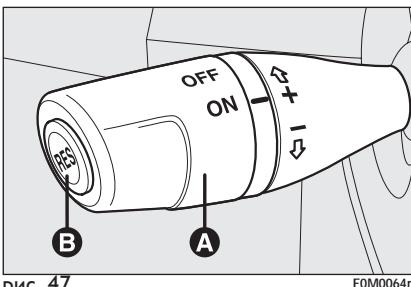

рис. 47
Поверните рукоятку **A-рис. 47** в положение **ON**.
- Повернуть рукоятку **A-рис. 47** в положение **ON** и нажать педаль газа для обеспечения необходимой скорости;
- Нажмите кнопку **RES** В-рис. 47.
- Нажмите педаль газа; в этом случае система не отключится на самом деле, но запрос на увеличение скорости станет приоритетным для системы. При этом включается круиз-контроль, и нет необходимости нажимать кнопку **RES** В-рис. 47 для восстановления предыдущих условий после окончания ускорения.